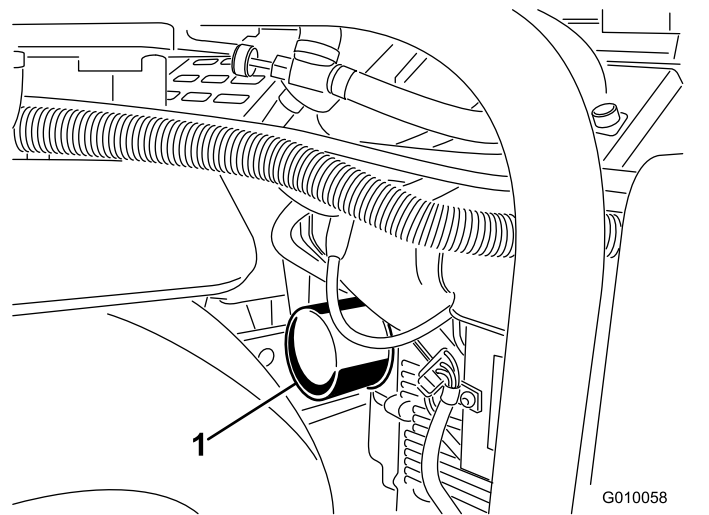
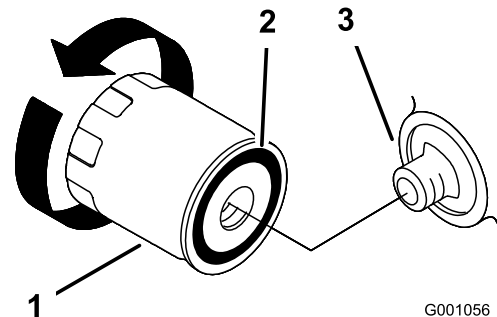

Figura 48
Figura 49
5. Mettere una bacinella o uno straccio sotto il filtro per raccogliere l'olio di spurgo (Figura 48).
6. Togliete il filtro usato (Figura 48 e Figura 49) e pulite la superficie della guarnizione dell'adattatore del filtro.